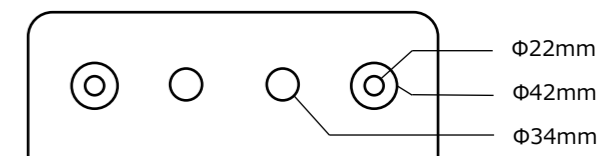

図3 ノックアウトホールの穴径 (モバイルパック プラボックスの底面)
- モバイルパックのプラボックス底面にあるノックアウトを加工する。(図3)